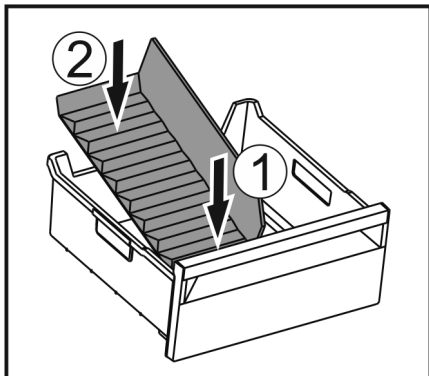

Fig. 174
- ▶ Inserire la parte anteriore del divisore dello scomparto del ghiaccio. Fig. 174 (1)
- ▶ Abbassare la parte posteriore del divisore dello scomparto del ghiaccio fino al fondo del cassetto. Fig. 174 (2)